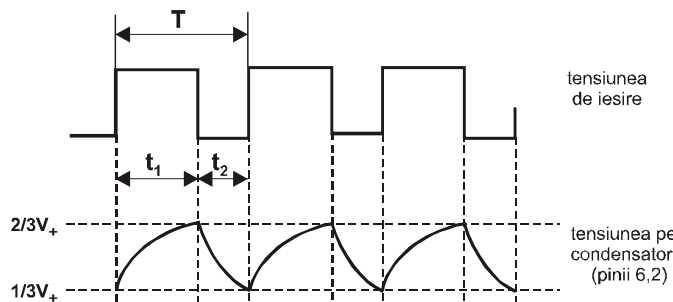

Fig.7b
Condensatorul se încarcă de la tensiunea de alimentare prin intermediul celor două rezistențe  $R_1$  și  $R_2$ . Pinul de descărcare (7) conectat la tranzistorul intern, este conectat în exterior la joncțiunea dintre cele două rezistențe. La conectarea tensiunii de alimentare, condensatorul este descărcat, deci atât intrarea trigger cât și intrarea prag sunt aproape de zero volți (vezi fig.7b). Comparatorul inferior setează bistabilul de control făcând ieșirea să treacă pe 1 logic, ceea ce face ca tranzistorul  $T_1$  să se oprească. Acest lucru permite condensatorului să înceapă să se încarce prin intermediul rezistențelor  $R_1$  și  $R_2$  și imediat ce tensiunea pe condensator ajunge la  $2/3$  din tensiunea de alimentare, comparatorul superior va reseta bistabilul basculant. Asta face ca ieșirea să treacă pe zero logic. Tranzistorul  $T_1$  conduce. Aceasta face ca rezistorul  $R_2$  să fie conectat prin condensatorul extern la masă. Rezultatul este că acum condensatorul începe să se descarce prin  $R_2$ . Imediat ce tensiunea pe condensator ajunge la  $1/3$  din tensiunea de alimentare, comparatorul inferior este setat. Asta face ca bistabilul să treacă în starea de set și ieșirea să treacă pe 1 logic. Tranzistorul  $T_1$  se deconectează și, din nou, condensatorul începe să se încarce. Acest ciclu se repetă, starea condensatorului alternând (încărcat-descărcat) după cum comparatoarele fac ca bistabilul să fie setat sau resetat. Ieșirea rezultată este un șir continuu de pulsuri rectangulare.